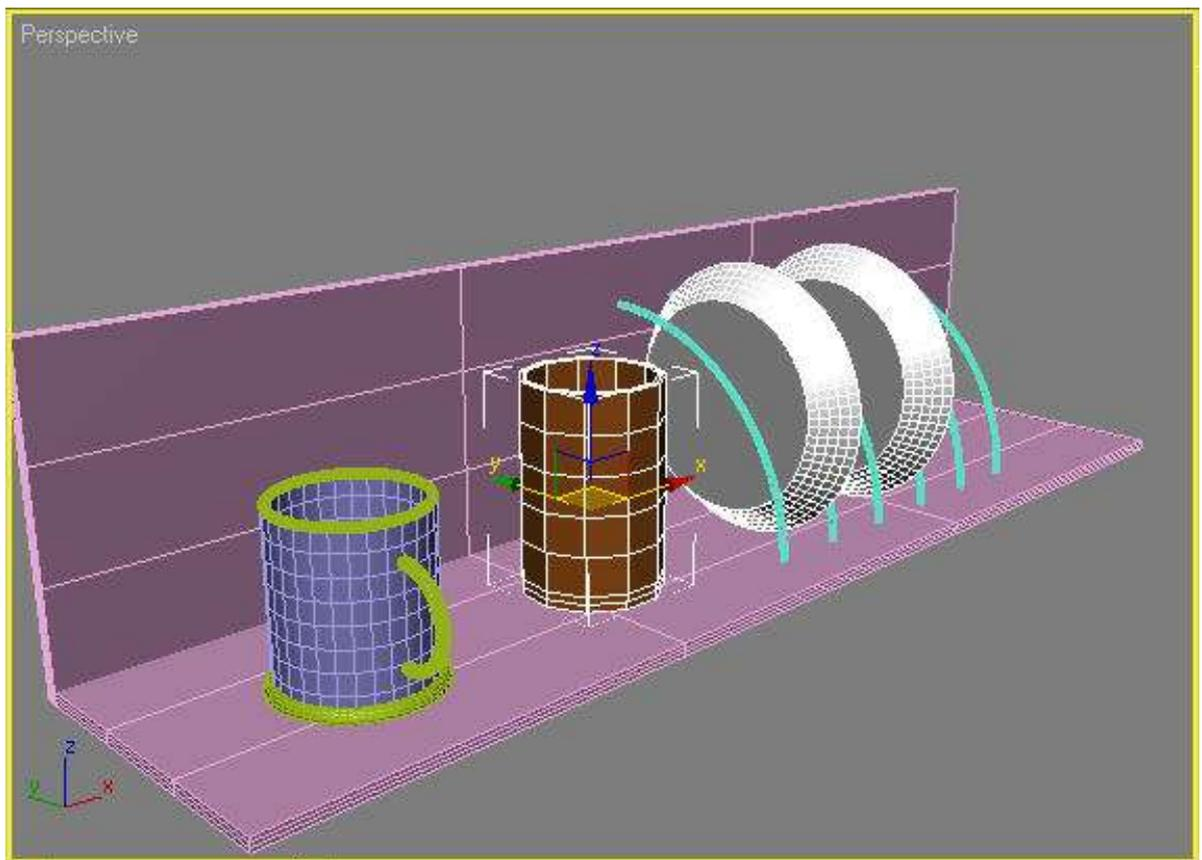

Рис. 22 – Расположение стакана на полке для посуды
6. Выделите группу объектов **Стакан** и щелкните на ней правой кнопкой мыши. Выберите в контекстном меню команду **Move (Переместить)** и подведите указатель к одной из осей — X или Y. Перемещая объект вдоль выбранной оси, добейтесь, чтобы стакан был расположен так, как показано на рис. 22.